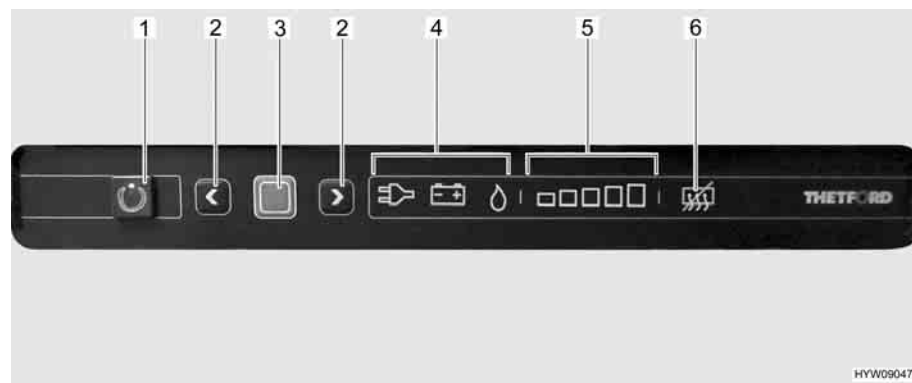

Fig. 180 Elementi di comando del frigorifero
La modalità di funzionamento attuale è indicata da un simbolo luminoso (Fig. 180,4) sulla centralina di controllo.
Dopo l'accensione il frigorifero seleziona automaticamente la regolazione del termostato selezionata per ultimo. Questa impostazione può essere modificata manualmente con i tasti freccia (Fig. 180,2). Le barre luminose dell'indicatore del livello di refrigerazione (Fig. 180,5) visualizzano la temperatura selezionata sul termostato. Con i tasti freccia viene regolata la temperatura di refrigerazione per tutti i tre tipi di energia. Ci vogliono alcune ore prima che il frigorifero raggiunga la temperatura normale di esercizio. Cambiando la modalità di funzionamento la regolazione del termostato non viene modificata. La temperatura di refrigerazione è indipendente dal tipo di energia utilizzata.
- Premere il tasto On/Off (Fig. 180,1) per 1 secondo. Il tasto (Fig. 180,1) si illumina di verde. Dopo circa 10 secondi, l'indicatore viene attenuato per risparmiare energia.
- Premere il tasto di conferma (Fig. 180,3). L'impostazione attuale della modalità di funzionamento viene visualizzata.
- Se non è impostata la modalità di funzionamento a gas: Per modificare l'impostazione, premere il tasto di conferma (Fig. 180,3) per circa 2 secondi.
- Selezionare la modalità di funzionamento a gas con i tasti freccia (Fig. 180,2). L'alimentazione del gas è ora aperta. L'accensione avviene automaticamente. È udibile un ticchettio fino a quando procedura di accensione non è stata portata a termine.
- Premere il tasto di conferma (Fig. 180,3) per circa 2 secondi.
- Premere nuovamente il tasto di conferma (Fig. 180,3). Il livello di refrigerazione attuale viene indicato dalle barre luminose (Fig. 180,5).
- Per modificare l'impostazione, premere i tasti freccia (Fig. 180,2) fino a visualizzare l'impostazione desiderata.
- Premere il tasto On/Off (Fig. 180,1) per circa 2 secondi. Tutte le spie si spengono. Il frigorifero è spento.
- Se non è impostata la modalità di funzionamento 230 V: Per modificare l'impostazione, premere il tasto di conferma (Fig. 180,3) per circa 2 secondi.
- Selezionare la modalità di funzionamento 230 V con i tasti freccia (Fig. 180,2).
- Se non è impostata la modalità di funzionamento 12 V: Per modificare l'impostazione, premere il tasto di conferma (Fig. 180,3) per circa 2 secondi.
- Selezionare la modalità di funzionamento 12 V con i tasti freccia (Fig. 180,2).
Spegnimento: ■ Premere contemporaneamente entrambi i tasti freccia (Fig. 180,2) e tenerli premuti per 2 secondi. Il simbolo di disattivazione della funzione anti-condensa (Fig. 180,6) si illumina.
Accensione: ■ Premere di nuovo contemporaneamente entrambi i tasti freccia (Fig. 180,2) e tenerli premuti per 2 secondi. Il simbolo di disattivazione della funzione anti-condensa (Fig. 180,6) si spegne.